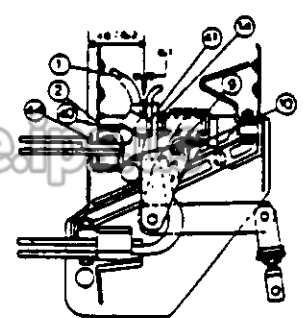

Fig. 11A
2. 1600 Ampere Frame (Fig. 11A)